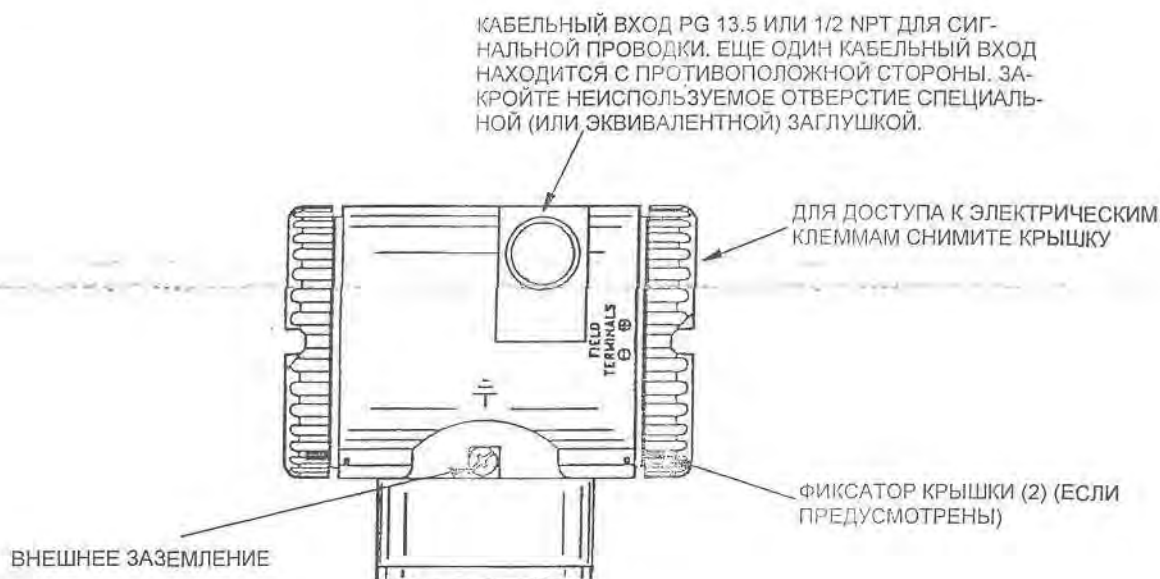
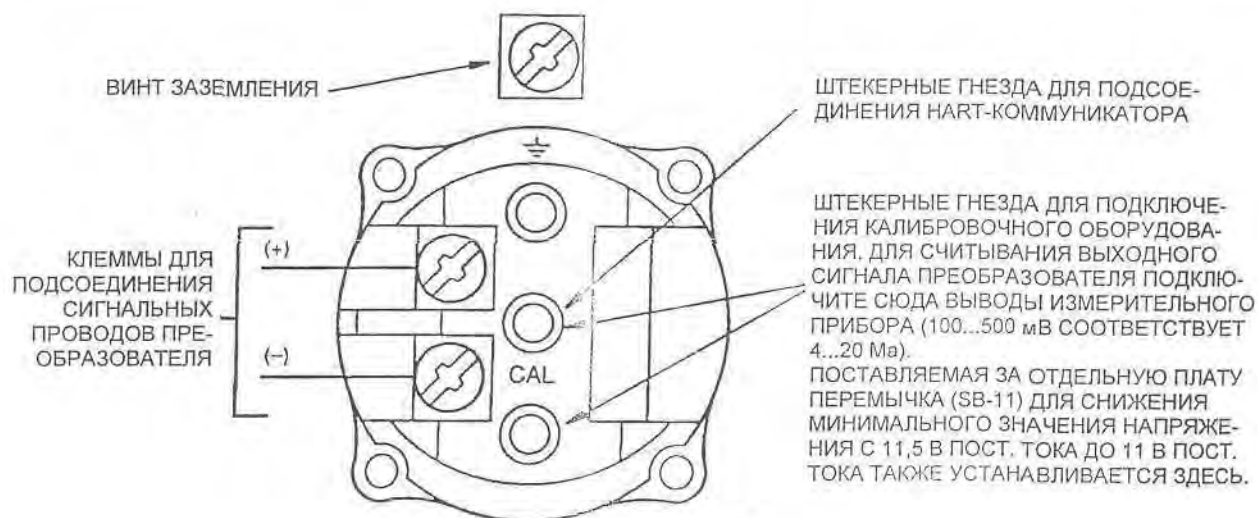

Рис. 7. Доступ к электрическим клеммам
Рис. 8. Маркировка электрических клемм
Фиксаторы крышки корпуса электроники, показанные на рис. 7, поставляются включенными в стандартный комплект поставки в соответствии с требованиями некоторых органов сертификации, а также как часть поставляемого по отдельному заказу комплекта замка и пломбы для применения преобразователя в узлах учета.
Для получения доступа к электрическим клеммам преобразователя отведите фиксатор (если он предусмотрен) в направлении корпуса, чтобы освободить резьбовую крышку и снимите крышку с отделения электрических клемм как показано на рис. 7. Требуемое отделение маркировано выбитой на корпусе надписью «FIELD TERMINALS» (Электрические клеммы). Маркировка клемм показана на рис. 8.
2. Проведите сигнальные провода (типовые, сечением $0,50 \text{ мм}^2$ или типа 20 AWG) через один из кабельных вводов преобразователя как показано на рис. 7. Для обеспечения защиты выходного канала 4...20 мА и/или линии дистанционной связи от электрических помех следует использовать одинарную скрученную пару проводов. Максимальная рекомендуемая длина сигнальных проводов:
6. Подсоедините провода источника питания и контура приемного устройства к положительной и отрицательной клеммам, показанным на рис. 8.